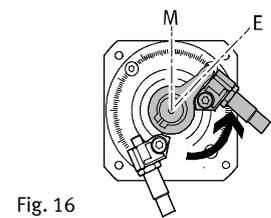

Fig. 16
6. Déplacer le support d'amortisseur avec l'amortisseur (amortisseur en élastomère ou amortisseur) contre le levier de butée. La course d'amortissement doit être enfoncée à fond, jusqu'à ce que la douille de l'amortisseur correspondant se trouve contre le levier de butée (Fig. 16). Le maintenir contre le six pans si nécessaire.